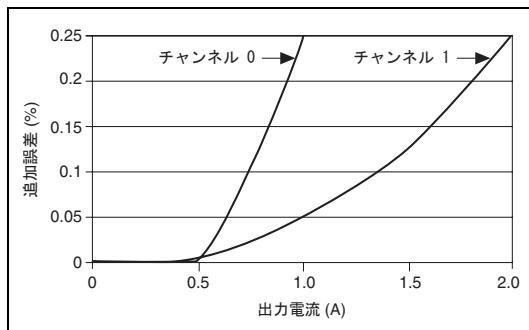

図 3 確度軽減および負荷電流
* 500 mA 以上の電流については、図 3 の 「確度軽減および負荷電流」 を参照してください。